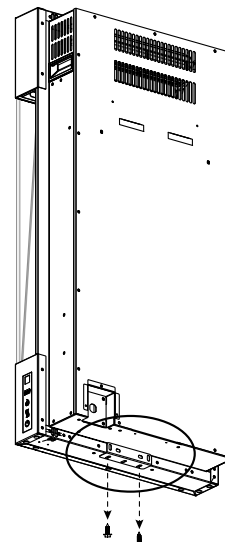

Abb. 1
3. Entfernen Sie die Halterung unten (**Abb. 1**). Beiseitestellen.